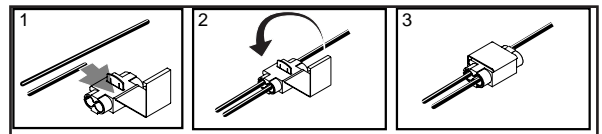
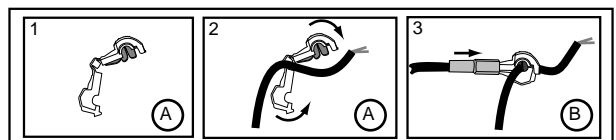

Fig. 1
Fig. 3
- Menez la longue partie du faisceau jusqu' au-dessous du tableau du bord à gauche. Connectez le fil rouge avec un connecteur de dérivation au fil de l'interrupteur du feu de stop (fig. 1). Branchez le fil orange avec un connecteur de dérivation (fig.3) au câble d'alimentation continue + 30 du boîtier à fusibles (fiche C).